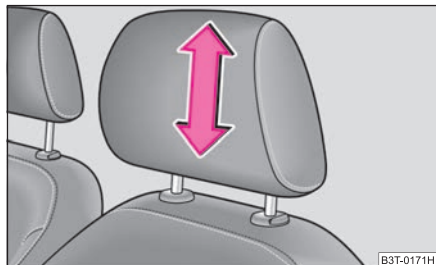

Fig. 65 Ajustar el reposacabezas
- Debe asir el reposacabezas por los lados con las dos manos y tirar de él hacia arriba o abajo ⇒ **fig. 65**.